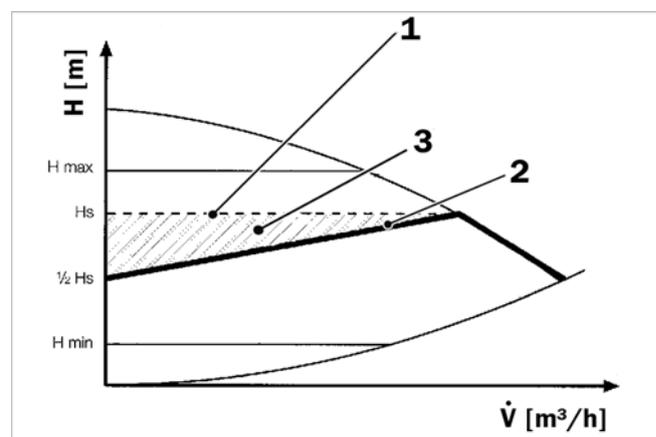

Abb. 4: Regelcharakteristik Wilo Stratos PICO
- **Differenzdruck variabel (Δp -variabel) (2)**
Die Elektronik verändert den von der Pumpe einzuhaltenden Differenzdruck über den zulässigen Förderstrombereich linear zwischen 1/2 H_s und H_s (vgl. → Abb. 4 (2)). Der Differenzdruck-Sollwert H_s ändert sich mit dem Förderstrom, d. h., bei abnehmender Fördermenge wird auch der Differenzdruck (Förderhöhe) reduziert. Diese Regelungsart bietet sich besonders bei Heizungsanlagen mit Heizkörpern an, da die Fließgeräusche an den Thermostatventilen reduziert werden.